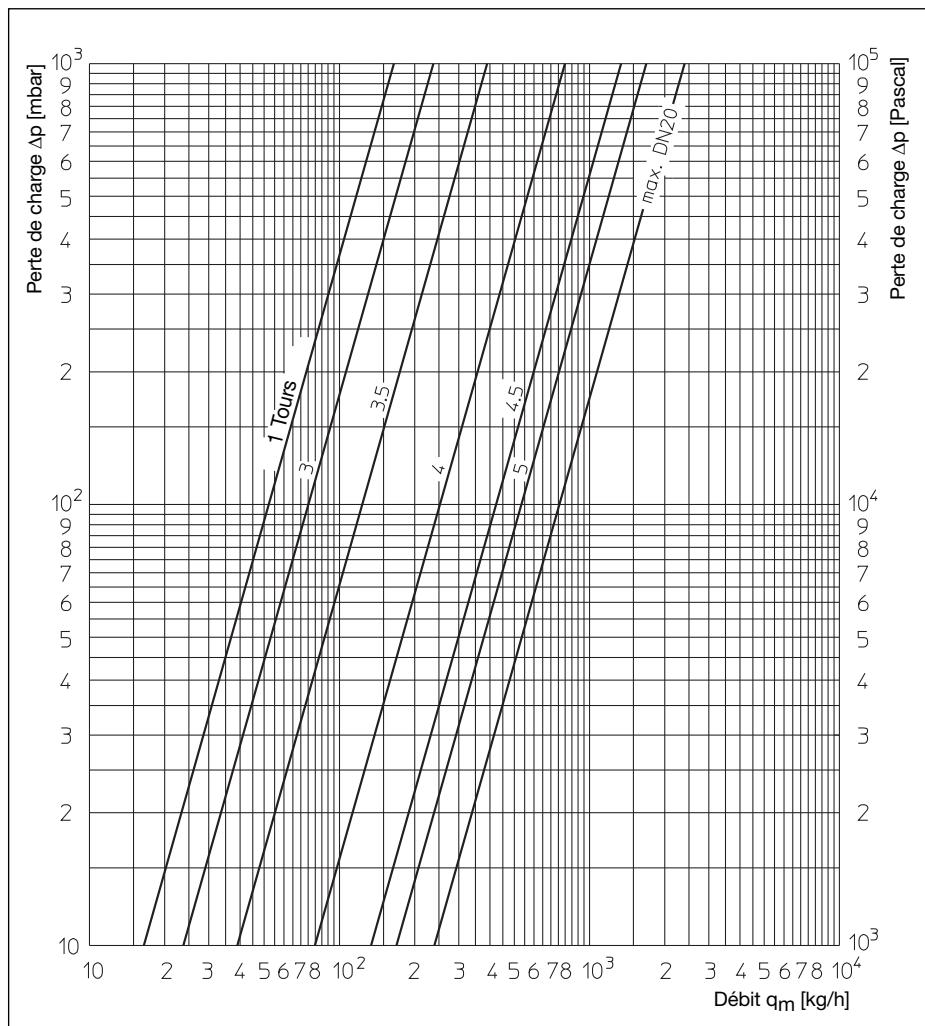

Fig. 9.1: Diagramme mécanisme de réglage pour différents prérglages
- Déterminer la valeur de préréglage à l'aide du diagramme de dimensionnement (fig. 9.1)